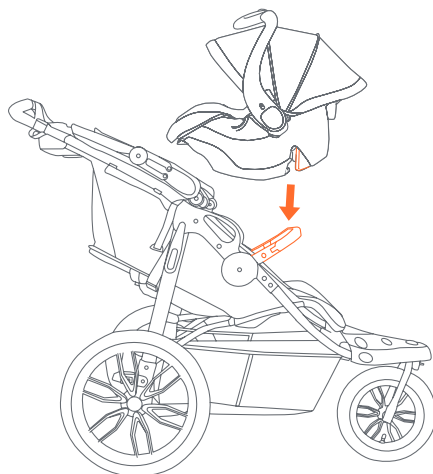

Fig. 17a
- 17) • Coloque la sillita para el automóvil de modo tal que esté orientada hacia la parte trasera del carrito y que los ganchos de la base de la sillita para el automóvil se traben en la barra parachoques (Fig. 17a).